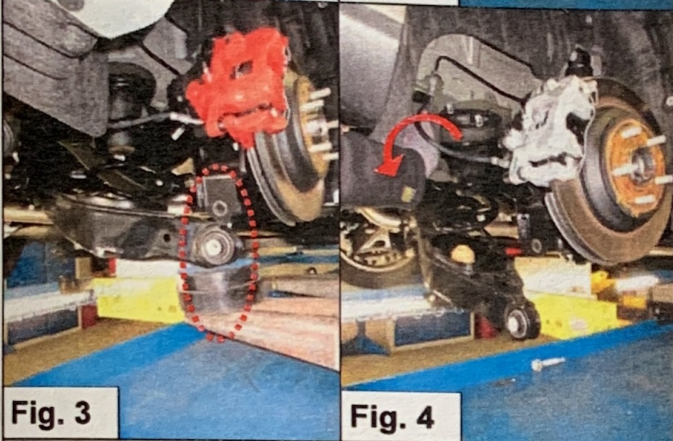

Fig. 3
3. Ondersteun de draagarm en verwijder de bout van de draagarm aan de wielzijde. **Let op: de draagarm staat onder veerspanning.** Zie Fig. 3.
3. Support the control arm and remove the bolt of the control arm at the wheel side. **Take care: The control arm is under tension of the spring.** See Fig. 3.